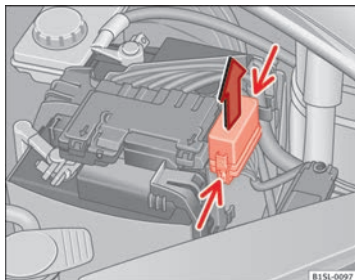

Abb. 148 Im Motorraum: Abdeckung des Sicherungskastens.
- Verriegelungstasten in Pfeilrichtung (schmale Pfeile) drücken, um die Abdeckung des Sicherungskastens zu entriegeln  $\Rightarrow$  Abb. 148.